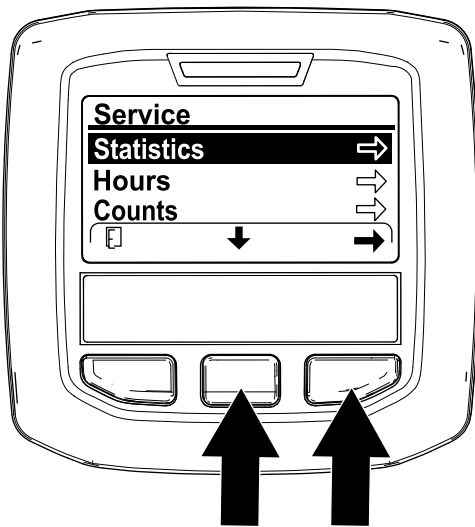

Figura 104
5. All'interno della schermata MANUTENZIONE, premete il tasto centrale dell'InfoCenter fino a quando non viene selezionata l'opzione STATISTICHE, quindi premete il tasto destro (Figura 104).